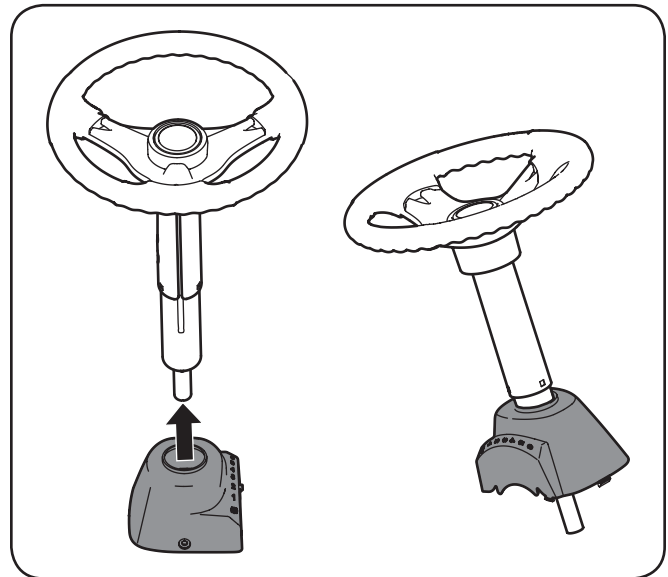

Figura 3-1
1. Deslice la tapa del pedestal sobre el eje de la dirección de manera que cuando se instale dicho eje en el tractor, la tapa del pedestal quede vertical como se indica en la Figura 3-1.